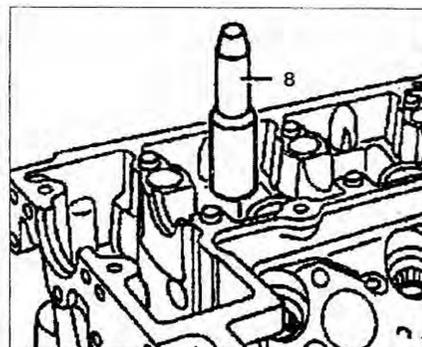

Рис. 2.36. Используя пробойник 8, вбейте новую направляющую втулку до упора.
17. Используя пробойник 8, вбейте новую направляющую втулку до упора (рис. 2.36).